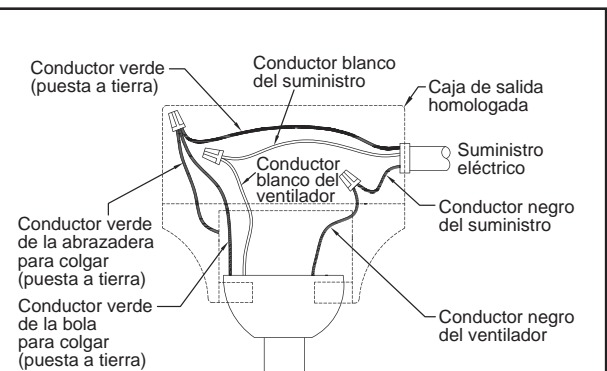

Figura 14
2. Una vez realizadas las conexiones, gire los conductores hacia arriba y, con cuidado, colóquelos dentro de la caja de salida; con los conductores blancos y verdes hacia un lado y los conductores negros hacia el otro. Los cables deben separarse, el conductor con conexión a tierra y el conductor con conexión a tierra del equipo hacia un lado de la caja de salida, y el conductor sin conexión a tierra hacia el otro. (Figura 14)